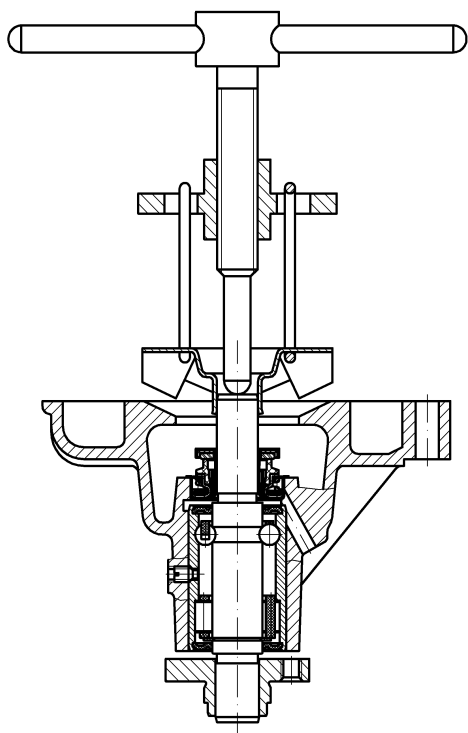

Рис.80. Снятие крыльчатки
- с помощью съемника снять крыльчатку (рис.80);